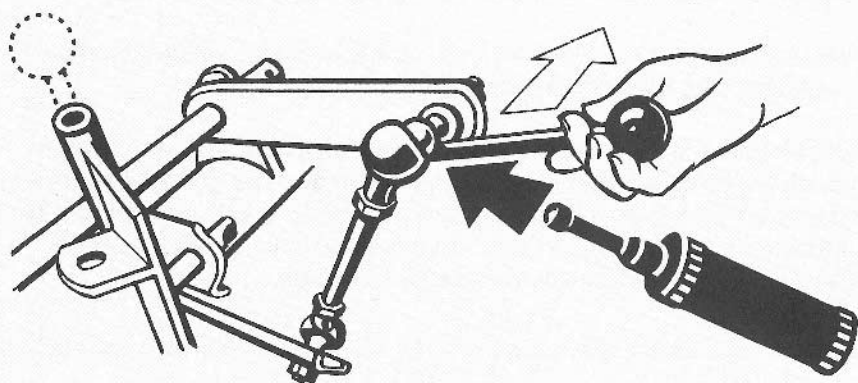

Fig. 9.1
2. Lossa kulleterna för manöverstängerna med jämna mellanrum, rengör och smörj in (fig 9.1)!